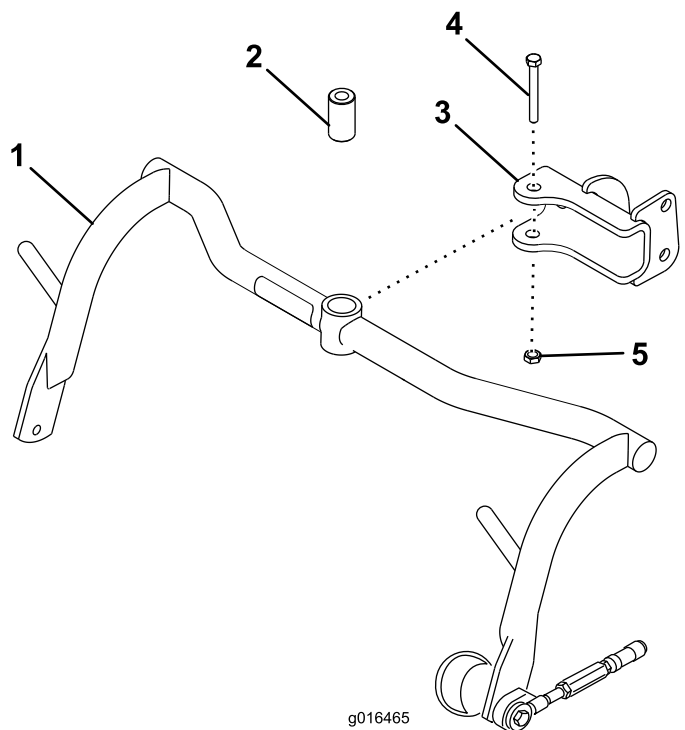

Figura 8
- Montate un gruppo telaio portante su ciascun perno con testa con un distanziale, un bullone (1/2" x 3 1/4") e un dado di bloccaggio (1/2"); fate riferimento a Figura 8. Serrate a una coppia di 91 - 113 N-m.